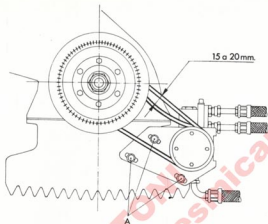

Fig. 10.2. - Tensado correas mando bomba servodirección
- TENSADO DE LAS CORREAS DE ACCIONAMIENTO DE LA BOMBA DE PRESION (Fig. 10.2)